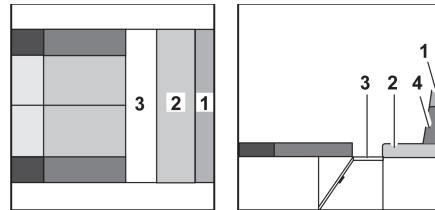
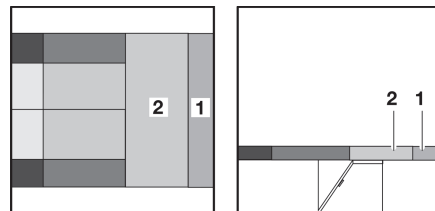

Fig. 148 Durante la transformación
Fig. 149 Después de la transformación
- Extraer el somier (Fig. 148,3).
- Tirar del cojín del asiento (Fig. 149,2) hacia el grupo de asientos central.
- Separar el cojín adicional (Fig. 149,1) del cojín del respaldo (Fig. 148,4). El cojín adicional está fijado al cojín del respaldo con cinta velcro y puede separarse fácilmente.